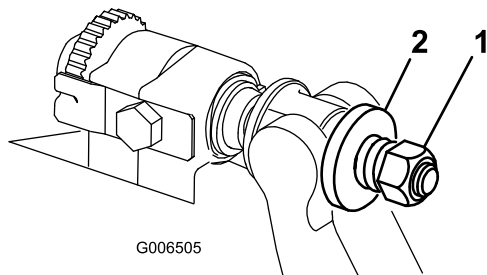

Figura 32
4. Serrate il dado di tensione della molla finché la molla non si schiaccia, quindi allentate di 1/2 giro (Figura 32).
10. Serrate il dado su ciascun gruppo di regolazione della barra di appoggio fino a comprimere completamente la molla di compressione, quindi allentate il dado di 1/2 giro (Figura 32).